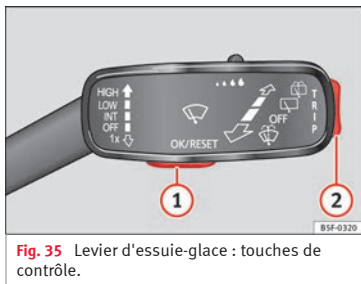
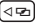

Fig. 35 Levier d'essuie-glace : touches de contrôle.
Fig. 36 Partie droite du volant multifonction : touches de contrôle.
Le système d'information pour le conducteur est géré avec les touches du volant multifonction » fig. 36 ou avec le levier d'essuie-glace » fig. 35 (si le véhicule n'est pas équipé de volant multifonction).
- Si un message ou le pictogramme du véhicule apparaît, appuyez sur la touche » fig. 35 ① du levier d'essuie-glace ou sur la touche OK du volant multifonction » fig. 36.
- Si vous utilisez le levier d'essuie-glace : pour consulter le menu principal » page 25 ou pour retourner au menu principal depuis un autre menu, maintenez enfoncée la commande à bascule » fig. 35 ②.
faire défiler chaque point du menu principal, appuyez sur la touche  ou  plusieurs fois »» fig. 36.
- Appuyez sur la commande à bascule »» fig. 35  du levier d'essuie-glace vers le haut ou vers le bas ou tournez la molette du volant multifonction »» fig. 36 jusqu'à ce que l'option souhaitée du menu s'affiche en surbrillance.
- Pour consulter l'option du sous-menu, appuyez sur la touche »» fig. 35  du levier d'essuie-glace ou sur la touche  du volant multifonction »» fig. 36.
- Marquez ou confirmez la sélection avec la touche »» fig. 35  du levier d'essuie-glace ou avec la touche  du volant multifonction »» fig. 36.
- *Sur des véhicules sans volant multifonction* : appuyez sur la commande à bascule  du levier d'essuie-glace »» fig. 35.
- *Sur des véhicules avec volant multifonction* : tournez la molette »» fig. 36.